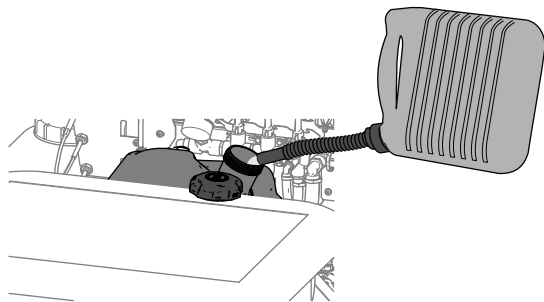

Figura 16
3. Limpie alrededor del tapón del depósito de combustible y retírelo (Figura 16).
4. Llene el depósito de combustible (Figura 16) hasta la parte inferior del cuello de llenado. **No deje que la gasolina llegue al cuello de llenado del depósito.**